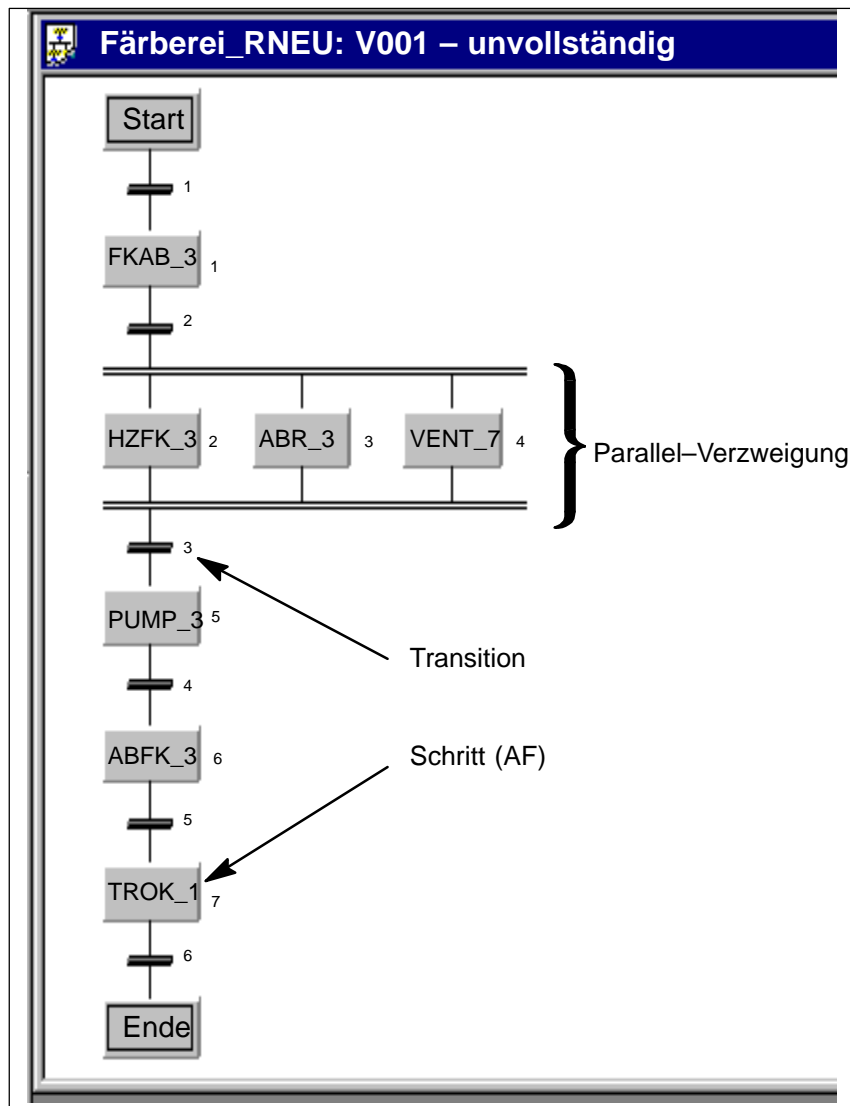

Bild 4-3 Beispiel: SFC-Darstellung eines Rezeptes
Ein Rezept besteht aus einer Anordnung von Elementen (s. Bild 4-3), die in einer durch Syntaxregeln (s. Kap. 4.4.2, Konfigurieren von Rezepten) festgelegten Beziehung zueinander stehen müssen. Dabei werden die Elemente Schritt (AF), s. Seite 4-20, und Transition, s. Seite 4-21 sowie die Strukturelemente Parallel-Verzweigung, Alternativ-Verzweigung, Substruktur und Schleife (s. Seite 4-16) unterschieden.